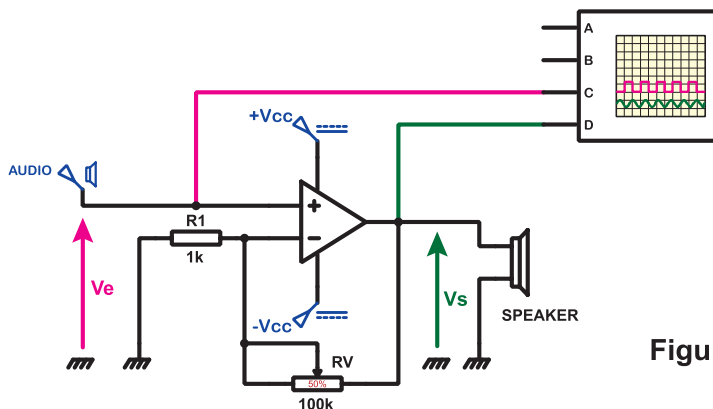

Figure 5
1. Lancer le logiciel ISIS-demo et ouvrir le fichier « ALI_audio ». On obtient sur l'écran de l'ordinateur le schéma de montage à base du circuit intégré LM386 (figure 5).